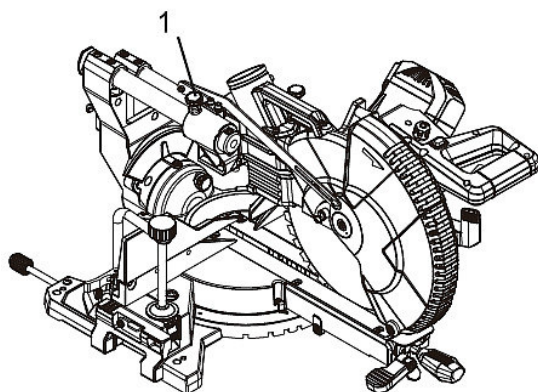

Abb. 11: Entriegeln des Schiebeschlittens
Schritt 1: Stecken Sie eine hintere Stützstange (1) in das Loch (2) an der Rückseite der Basis.
Schritt 2: Fädeln Sie die Schraube (3) in die Bohrung neben der Befestigungsbohrung ein.
Schritt 3: Ziehen Sie die Schraube (3) mit einem Schraubendreher fest.
7.6 Entriegeln des Schiebeschlittens (Abb. 11)